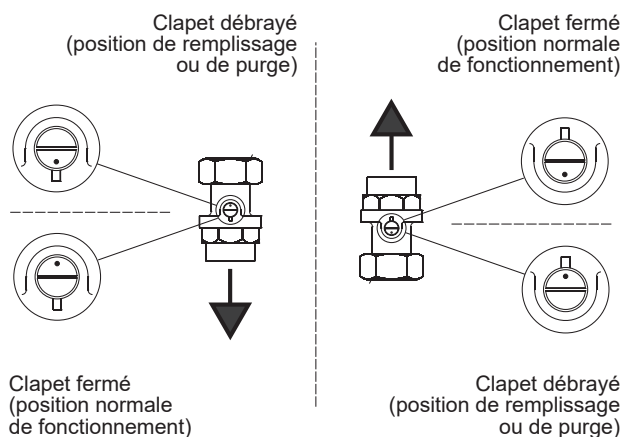
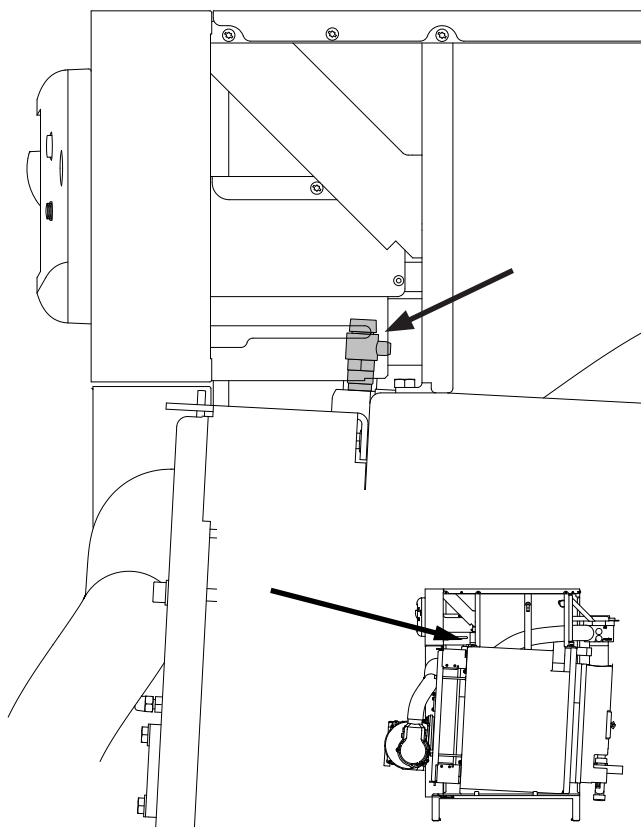

fig. 25 - Clapet antiretour
fig. 26 - Purgeur chaudière
- Ouvrir le purgeur chaudière (fig. 26).
- **Ouvrir la vanne d'isolement sur le départ et débrayer le clapet antiretour éventuel (fig. 26 et fig. 25).**